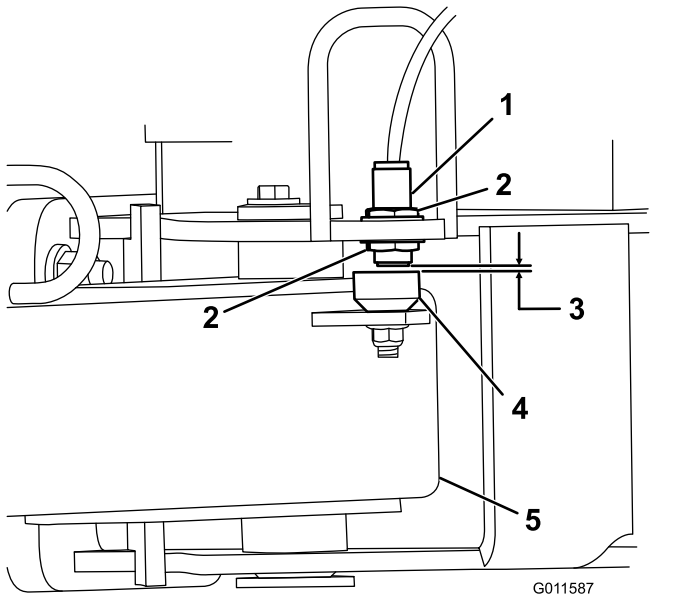

Figura 4
- Afloje las contratuercas que sujetan el interruptor de proximidad al bastidor y baje el interruptor hasta que esté a 2,6–4 mm del sensor de la barra de tracción (Figura 4). Apriete las contratuercas para afianzar el ajuste.